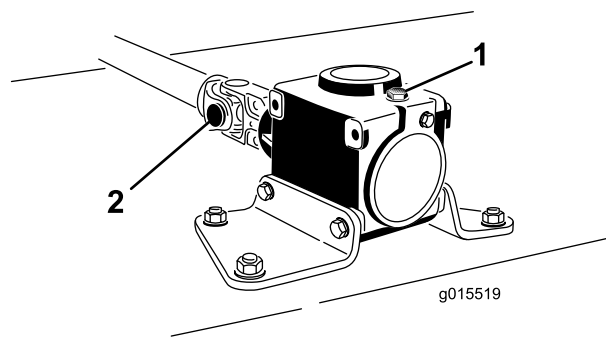

図 3
- ヨークとギアボックスのシャフトからロールピンを取り外す 図 3。ロールピンは再使用するのて捨てないこと。
- キャップスクリュー2本とロックナットをゆるめる 図 3。